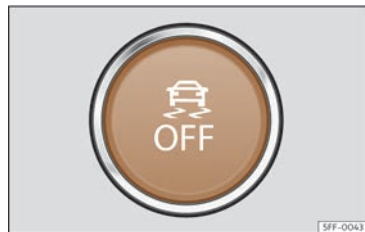

Fig. 118 Dans la partie inférieure de la console centrale : touche d'activation/désactivation de l'ESC.
- L'ESC en mode « Sport » peut être désactivé et activé par pulsion brève du bouton  de la console centrale >>> **fig. 118**.
• L'ESC peut être désactivé et activé par pulsion longue du bouton  de la console centrale >>> **fig. 118.**